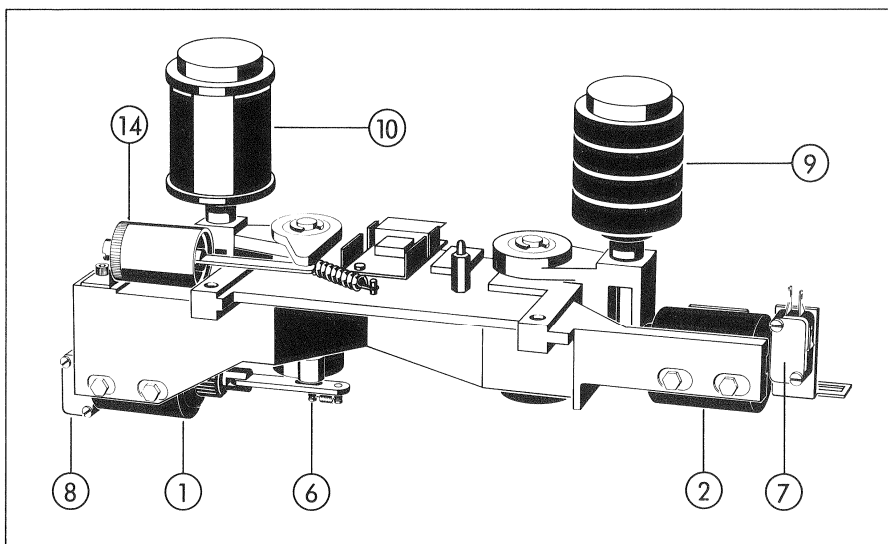

Fig. 3.3.5
- Die Justierung der Dämpfungsdose (siehe Fig. 3.3.5) erfolgt durch feinfühliges Drehen des Dämpfungszylinders (14), wodurch die Ventilöffnung mehr oder weniger geschlossen wird.
- Wenn das Aggregat richtig eingestellt ist und fehlerfrei arbeitet, muss der Dämpfungszylinder (14) seitlich mit Sicherungslack gegen Verdrehen gesichert werden.
- The dash pot action is adjusted (see Fig. 3.3.5) by carefully rotating the damping cylinder (14), i.e. by opening or closing the valve opening.
- After the unit has been adjusted and thus operates correctly, the cylinder (14) of the dash pot must be secured with glyptal to prevent it from twisting.